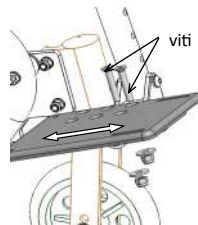

fig. 10.2: Regolazione profondità
- **Regolazione profondità del poggiapiedi** (fig. 10.2):